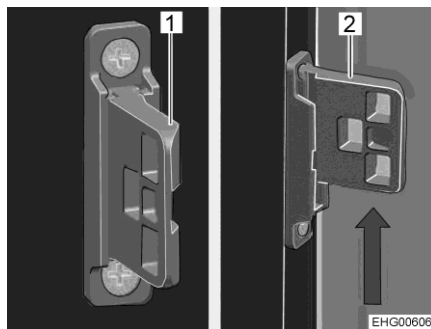

Bild 168 Låsanordning
- Skjut låsanordningen uppåt (Bild 168,2).
- Skjut låsanordningen nedåt (Bild 168,1).